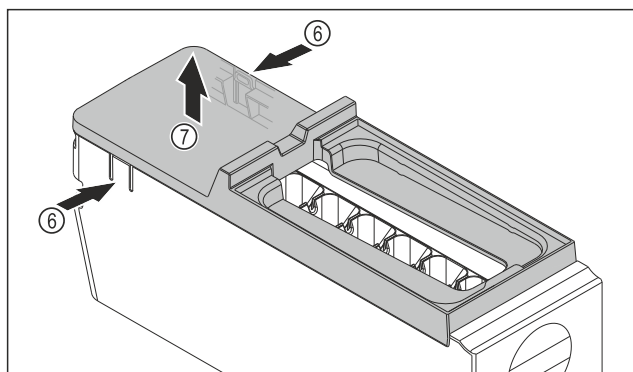

Fig. 86
- Retirer le couvercle du corps de l'EasyTwist-Ice : D'une main, pousser les languettes Fig. 86 (6) des deux côtés du corps de l'EasyTwist-Ice.
- De l'autre main, retirer le couvercle Fig. 86 (7) vers le haut.